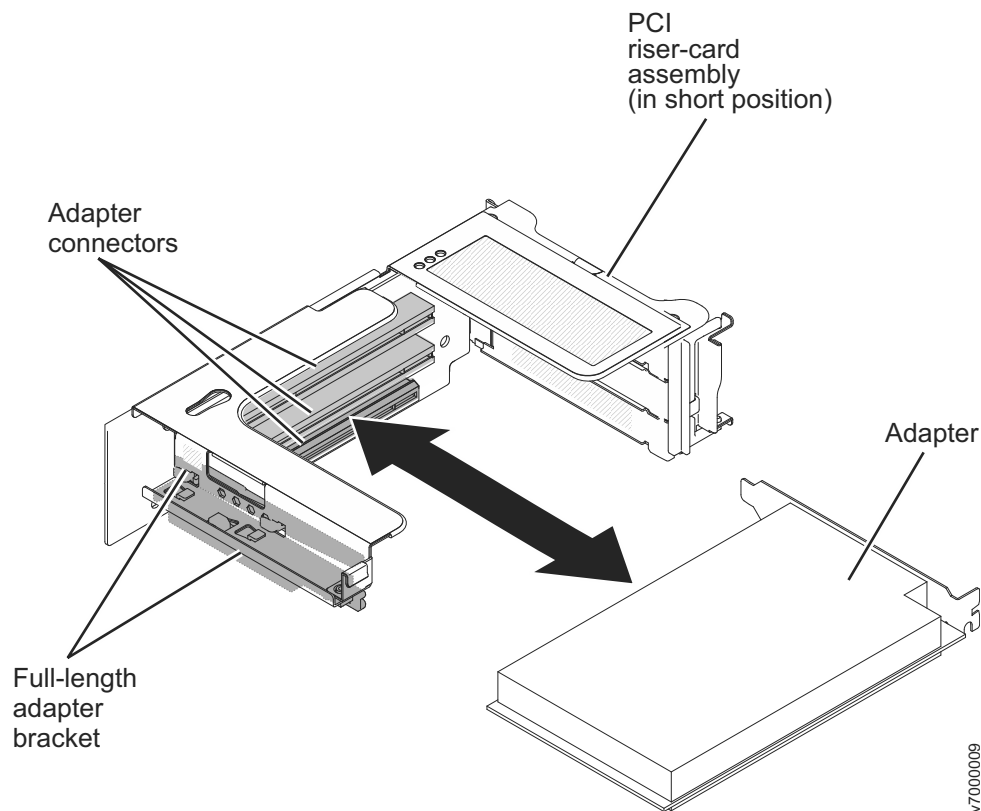

Figura 248. Removendo o adaptador dos conectores
2. Segure cuidadosamente o adaptador por sua borda superior ou pelos cantos superiores e puxe o adaptador do slot de expansão PCI, conforme mostrado em Figura 248 na página 307.